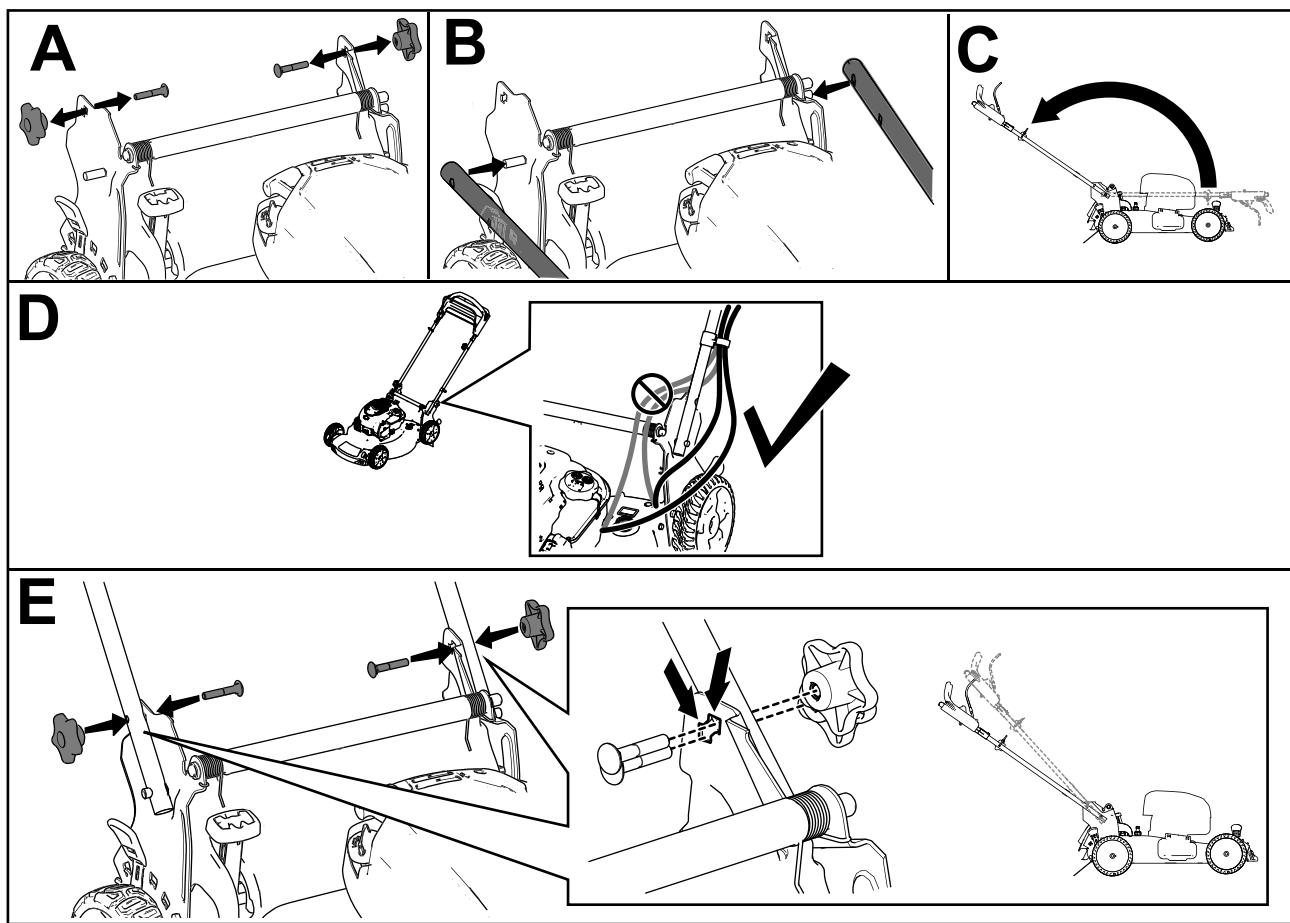

Figura 3
**Nota:** Asegúrese de que los cables quedan por fuera del manillar y que no están aprisionados (Figura 3, D).